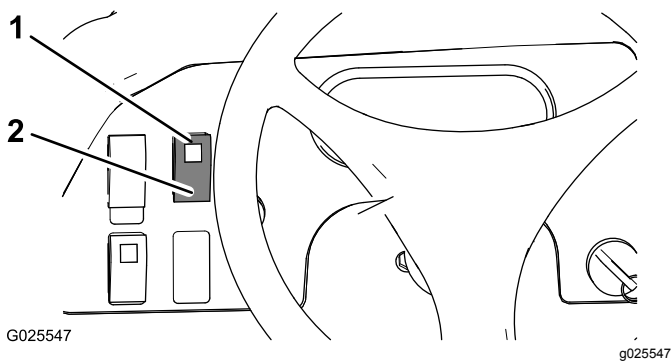

図 24
- デファレンシャルロックスイッチを上位置にするとデファレンシャルがロックされる(図 24)。
- デファレンシャルロックスイッチを上位置にするとデファレンシャルが解除される(図 24)。